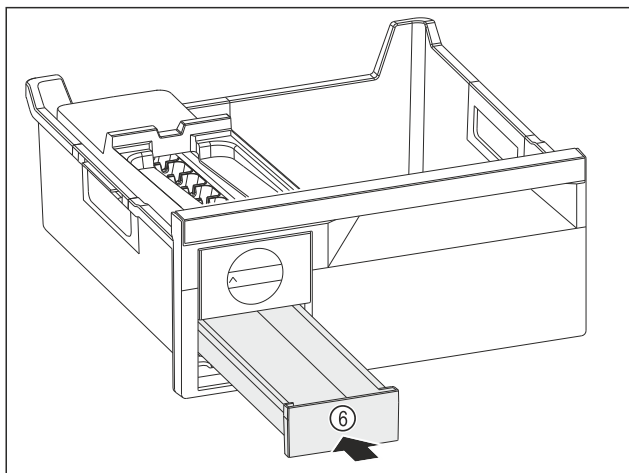

Fig. 217
- Ijsblokjesvak Fig. 217 (6) inschuiven.